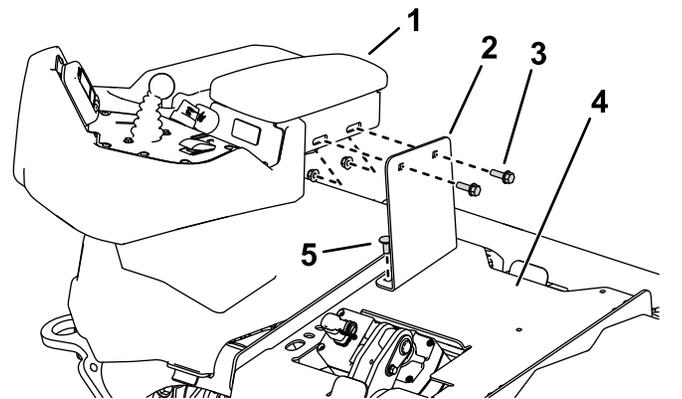

Figure 1
- Si vous montez ce kit sur un groupe de déplacement à moteur neuf, diesel ou eTriFlex non équipé d'un siège, retirez les 2 boulons de carrosserie et les 4 écrous qui fixent le support d'expédition au plateau du siège et à l'accoudoir (Figure 1). Mettez au rebut le support d'expédition et les fixations du plateau de siège. Conservez les fixations de l'accoudoir.